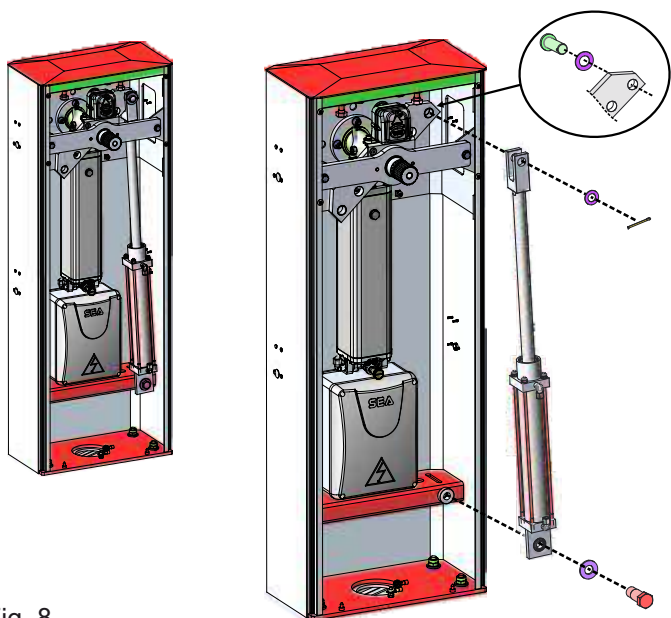
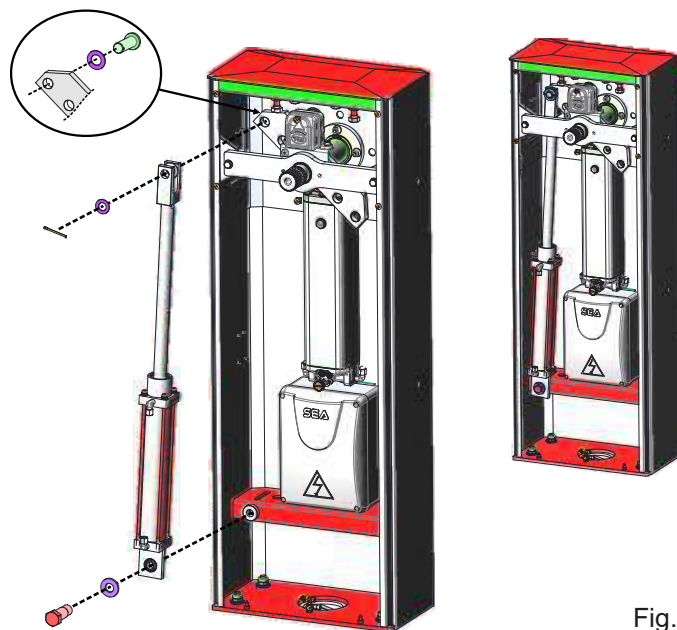

Fig. 8
Fig. 9
- desenroscar el pistón hidráulico - Fig. 8, liberarlo de las mangueras hidráulicas evitando que se entrelacen, luego colocar el pistón en el lado opuesto del barrera y apretar con los tornillos de fijación - Fig. 9
⚠ Para el correcto equilibrado del brazo, se recomienda desenroscar el pistón del balancín, como se muestra en el capítulo 4 - Fig. 8 o Fig. 9